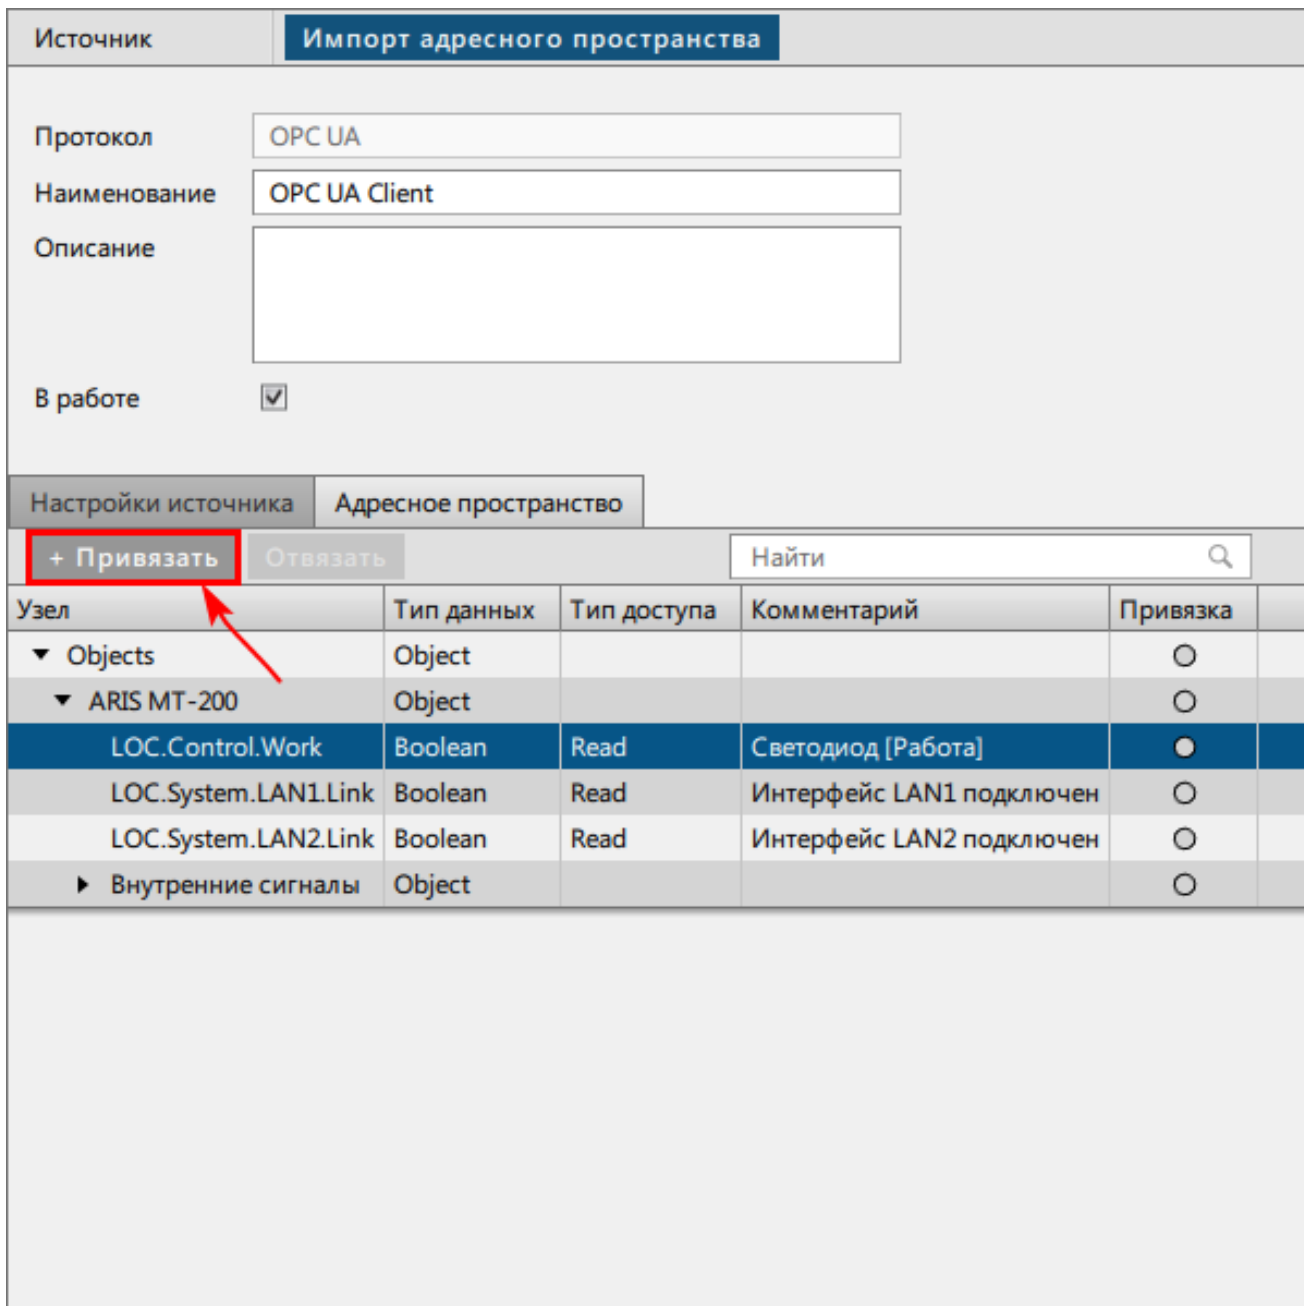

Рисунок 216 - Привязка сигналов
6. На вкладке **Адресное пространство** нажмите **+Привязать** (Рисунок 216).